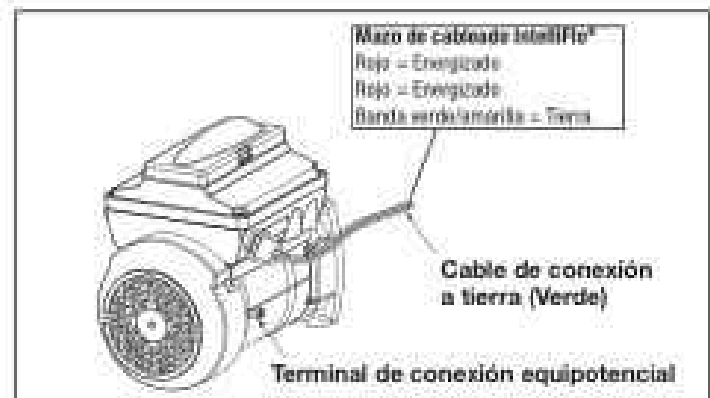

Figura 11. Conexión equipotencial externa de Pentair
6. Conecte a tierra el motor de manera permanente con el cable de conexión a tierra verde, como se muestra en la Figura 11. Utilice el tamaño y el tipo correctos de cable, según lo que especifican National Electrical Code® (NEC®) y Canadian Electrical Code (CEC®). Asegúrese de que el cable de conexión a tierra esté conectado a una tierra de servicio eléctrico.
7. Conecte equipotencialmente el motor a la estructura de la piscina en conformidad con National Electrical Code (NEC) y Canadian Electrical Code (CEC). Utilice un conductor de cobre macizo n.º 8 AWG o más grande (EE, UU.). Tienda un cable desde la terminal de conexión equipotencial a la estructura de conexión equipotencial de la piscina, como se muestra en la Figura 11.
8. Conecte los cables rojo y negro de la bomba a las dos conexiones del lado de la línea en el relé de la bomba del filtro, como se muestra en la figura 11.